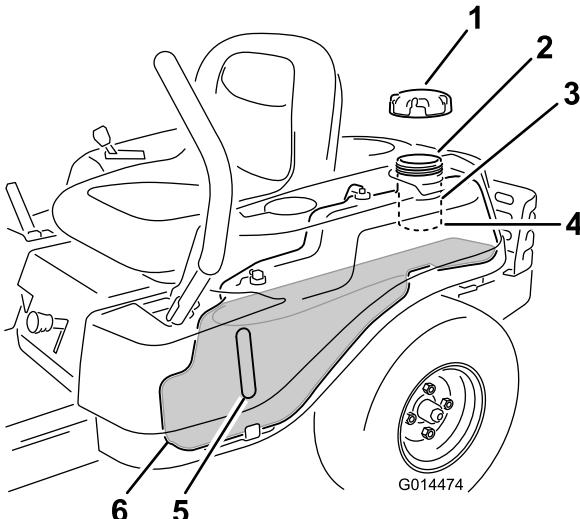

Figura 10
Nota: È possibile utilizzare l'indicatore di livello del carburante per controllare la presenza di benzina prima di procedere al riempimento del serbatoio (Figura 10).
2. Aggiungete **lentamente** normale benzina senza piombo fino a che il carburante raggiunge la base del bocchettone di riempimento (Figura 10).